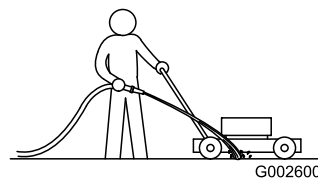

Figura 53
- Collocate il tosaerba su una superficie piana pavimentata, con il motore acceso, e spruzzate un getto d'acqua davanti alla ruota **destra** posteriore (Figura 53).